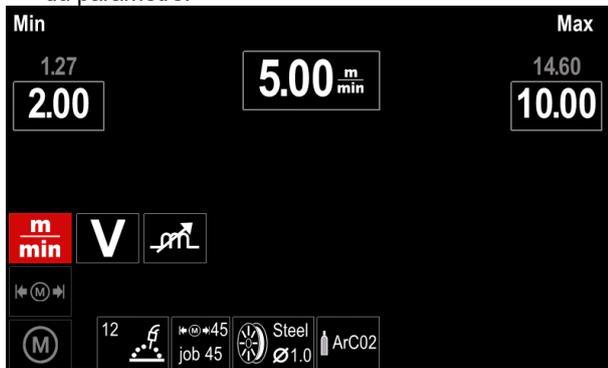

Figure 47
- La Figure 47 illustre l'effet du changement des valeurs du paramètre.